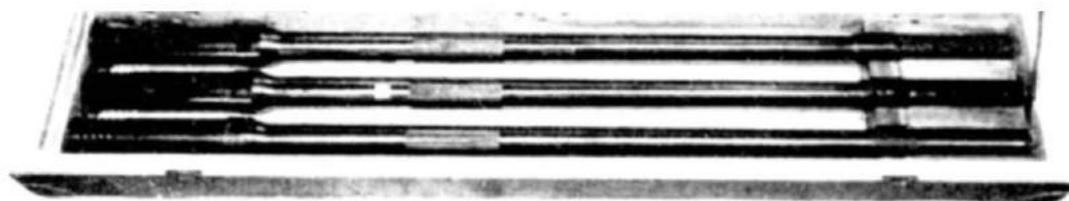

Abb. 119: Laufkasten 151, Inhalt drei 15-mm-Läufe
d) Laufkasten 151 (Abb. 119 u. 120)
Drei 15-mm-Läufe (Abb. 119). FI 205455